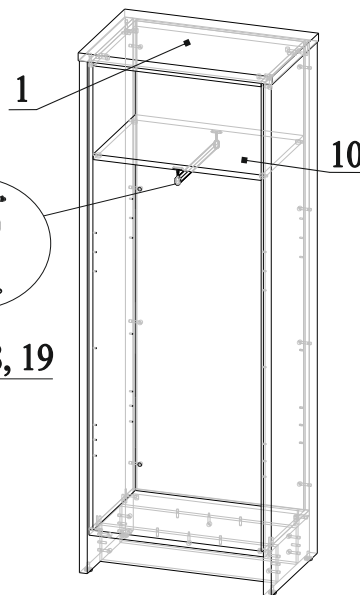

Рис.14
23. Соединить деталь 1 с деталями 2 и 3, затянуть эксцентрики по часовой стрелки до упора (рис.14);
25. Прикрутить вешалку штангу 18 к детали 10 с помощью штангодержателей 17 и шурупов 19 (рис.14);
26. Установить деталь 10 в каркасе стеллажа (рис.14 и 15);